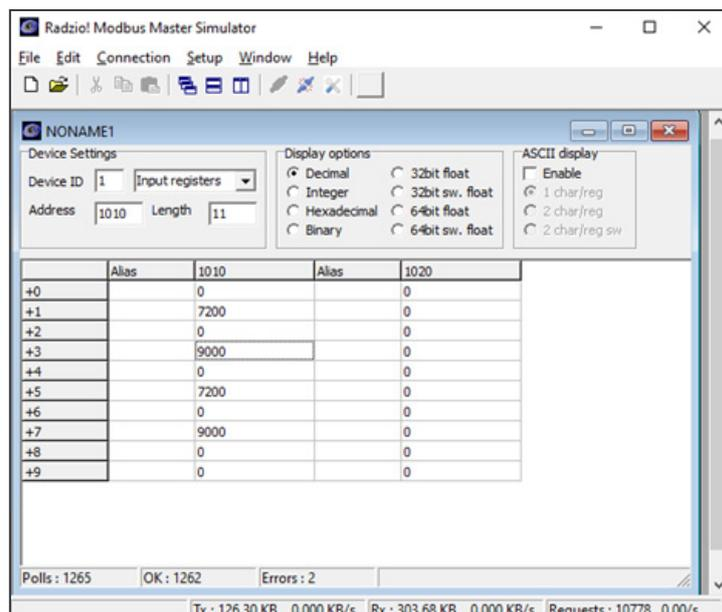

Fig 8: Ejemplo de Modbus
9. Acceda a las direcciones deseadas en la hoja Modbus en Radzio (Fig 8) tal como se describe en el documento Modbus (Fig 9).